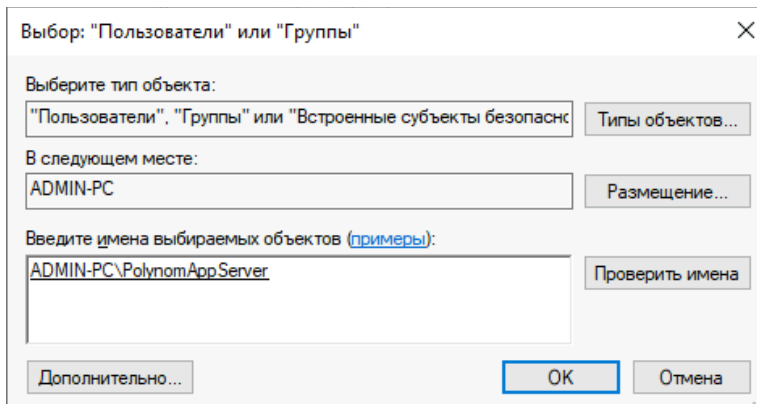

Рис. 4.41
7. Добавьте учетную запись сервера приложений (рис. 4.41).